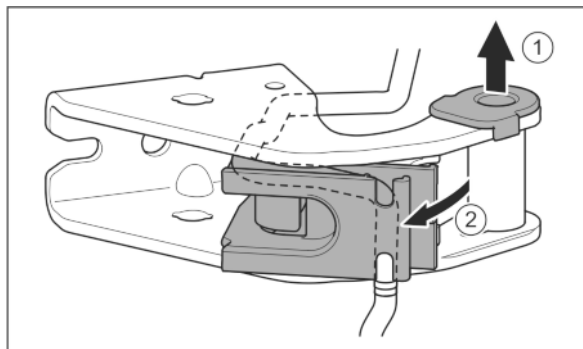

Fig. 27
- ▶ Vytáhněte ložiskové pouzdro z vedení. Fig. 27 (1)
- ▶ Otočte držák kabelu ven. Fig. 27 (2)